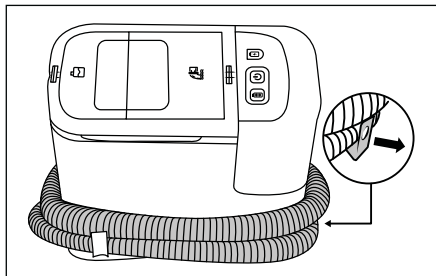

Fig. 4
- ◆ Tag slangeholderen 15 ud af produktet. Læg sprøjte-/sugeslangen 19 om produktet, og brug slangeholderne 15/16 hertil (se fig. 4).